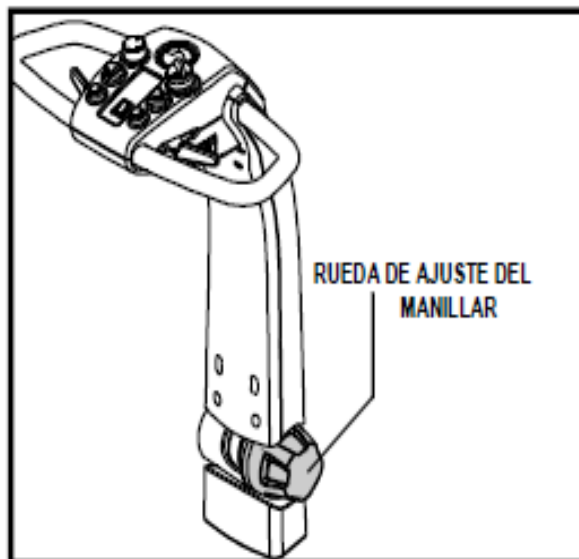

Figura 7. Botón/rueda de ajuste del manillar.
1. Mientras sujeta el manillar, gire el botón/rueda de ajuste del manillar en sentido contrario a las agujas del reloj para aflojar el manillar. (Figura 7).